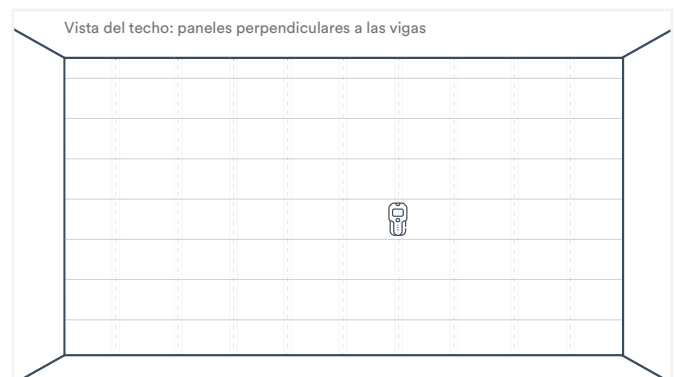

Fig. 21
2. Trusscore Wall&CeilingBoard paneles deben instalarse en forma perpendicular a las vigas del techo. Si las vigas del techo no están visibles, utilice un detector de vigas para localizar su dirección (Fig. 21).